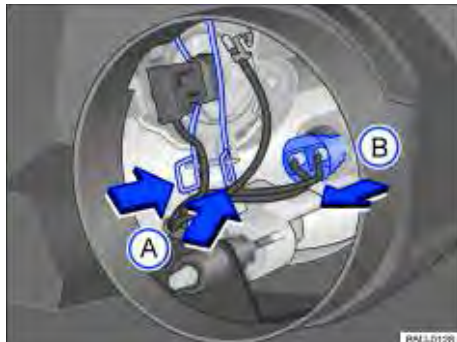

Fig. 179 Acesso à lâmpada incandescente do farol alto / longo alcance e luz de posição.
5. Comprimir ambos os lados da mola de travamento separadamente ⇒ Fig. 179 setas  contra a lâmpada, deslocar a mola para destravar a lâmpada.
4. Remover o soquete ⇒ Fig. 179  no sentido da seta.